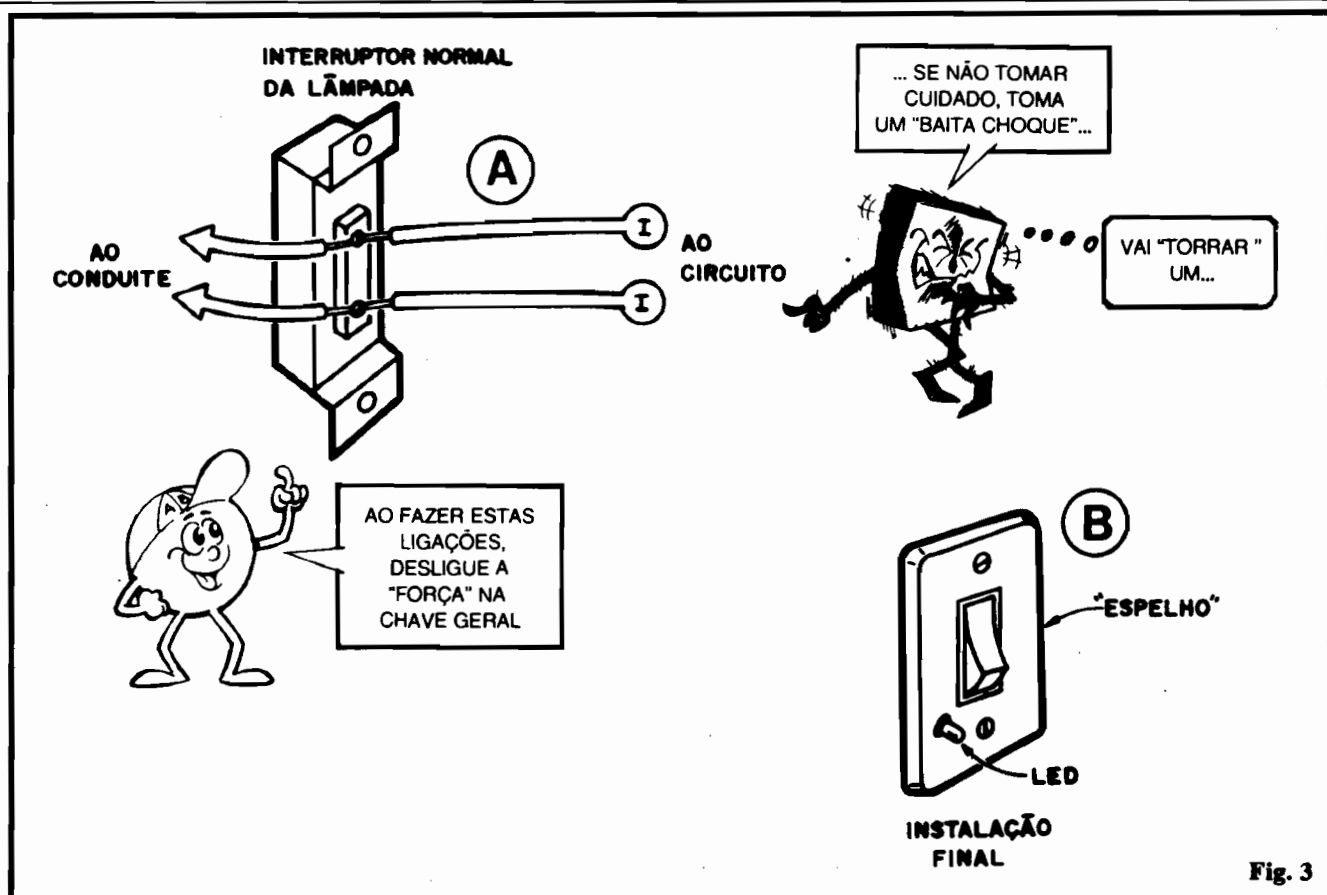

Fig. 3
- **FIG. 3 - A Instalação. IMPORTANTE:** o dispositivo será ligado à própria rede C.A. (Corrente Alternada) domiciliar de 110 ou 220 volts. Lidar com a fiação elétrica de uma casa **EXIGE** alguns cuidados básicos e elementares (mas que muita gente "esquece", terminando por machucar-se seriamente, ou até - em casos mais drásticos - por "bater com as dez...")!: **DESLIGAR A "FOR-**